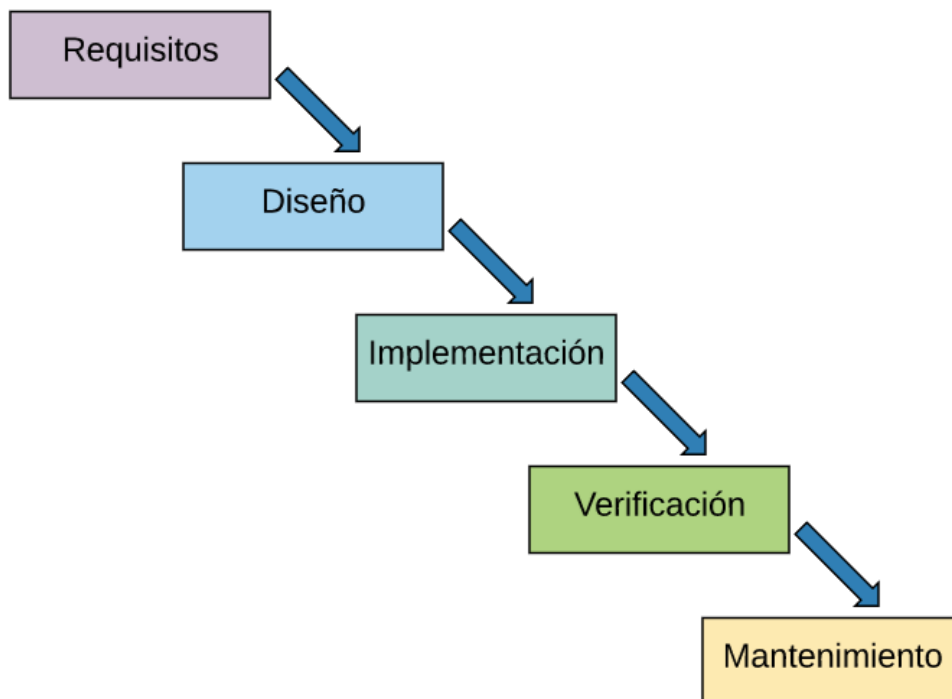

Figura 5.3.2: Modelo en Cascada.
- En este caso se utilizo un modelo en cascada para el desarrollo del software, como se puede observar en la figura 5.3.2, primero fueron los requisitos, luego el diseño, después la implementación, con sus respectivas pruebas, después la verificación y el ultimo paso sería el mantenimiento de la aplicación que en este caso pues no se realiza.